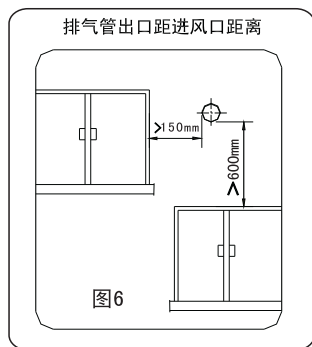

图6
- 排烟管出口必须设置在室外。热水器使用时，排气管出口可能有冷凝水滴落，安装时应注意不要影响他人。排气管出口距周围物体的间距如图6、7、8所示。